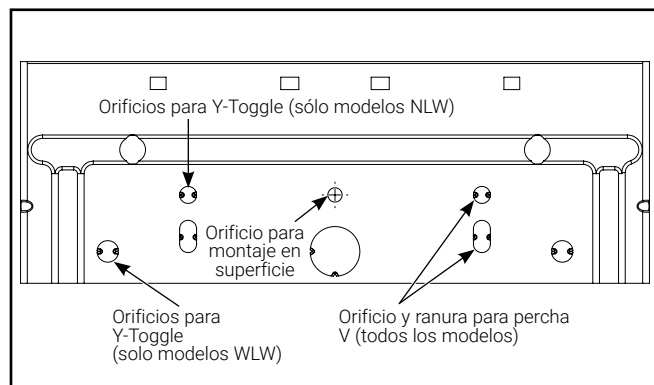

Figura 5.
4. Para montaje en una superficie, utilice los orificios de montaje proporcionados en cada extremo de la cubierta de la luminaria (Figura 5). Debe utilizar el hardware apropiado (suministrado por otros).